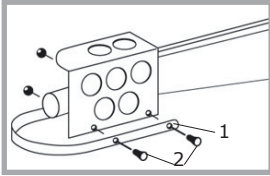

Abb. 1
Vor der Erstinbetriebnahme des Holzspalters müssen die Schutzbügel (1) an die Betätigungsarme angebaut werden. Aus Transportgründen sind diese nur vormontiert, d.h. sie sind mit einer Schraube (2) am Betätigungsarm angeschraubt. Befestigen Sie die Schutzbügel (1) mit je zwei Schrauben (2) am Betätigungsarm (siehe Abb. 1). Ziehen Sie die beiden Schrauben (2) fest an!